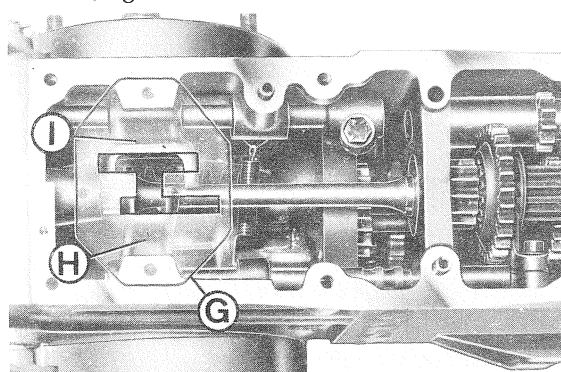

Fig. 25
- 1) Montare il selettore interno **G** * (fig. 25).
- 4) Ripetere le operazioni 2 e 3 per la forcella **I** (fig. 25).